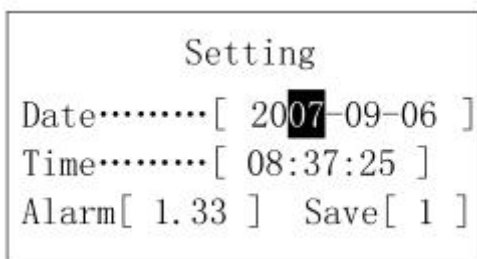

图8 参数设置页面
- ✚ “ENTER”：按此键进入参数设置页面，默认的是系统时间参数，界面如图8